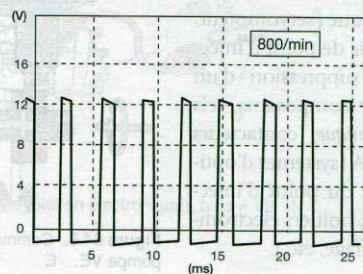

Figure 65.2. Signal de commande de l'actuateur de débit, à l'oscilloscope (moteur au régime de ralenti)
Les ressorts (4) ramènent systématiquement l'axe mobile en débit nul en l'absence de rapport cyclique de commande (fig. 65.2).
- L'actuateur de débit est piloté dès la mise du contact (moteur à l'arrêt), durant une durée temporisée. Si aucun démarrage n'a lieu, le pilotage cesse, pour reprendre dès l'actionnement du démarreur (fig. 65.2).